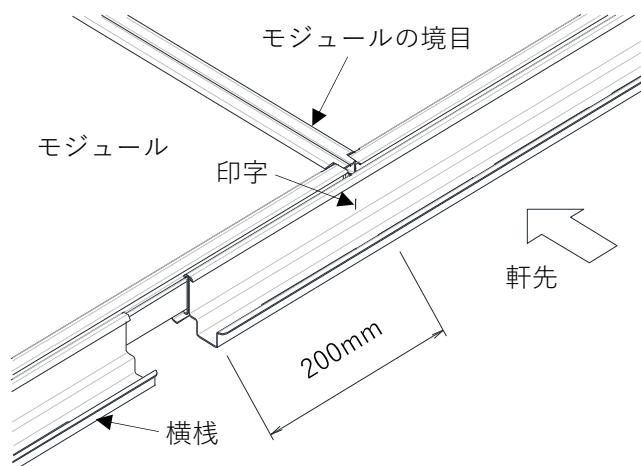

図 3-9. YSIII 工法 横棧との位置
③図 3-9 のとおり、横棧の目印線（印字）とモジュールの境目が同じ位置となっていることを確認してください。